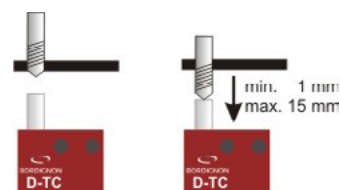

FIG. 2
Ce dispositif est fourni sur demande pour obtenir un contrôle supplémentaire du filetage effectué. Le capteur D-TC est activé par le taraud lors de la phase finale de sa descente comme illustré à la FIGURE 2. Lorsque le cylindre présent dans l'appareil descend de 1 mm, le capteur envoie une impulsion au panneau qui détecte le filetage effectué.
1. Positionner le capteur sous la pièce à fileter et dans l'axe du taraud. La distance de la pièce doit permettre au taraud en fin de descente de pousser le cylindre du D-TC sur une course de min. 1 mm jusqu'à max. 15 mm (FIG. 2) ;